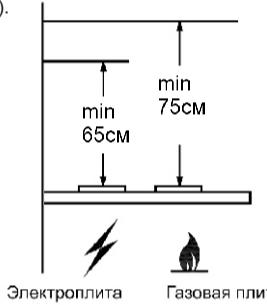

рис. 1
- 1.2 Вытяжку устанавливайте на высоте, как показано на рис. 1.
- 4.7 Установливайте кухонную вытяжку над плитой в соответствии с рис. 1.
- разместите линию установки нижней части вытяжки над плитой (рис. 1);